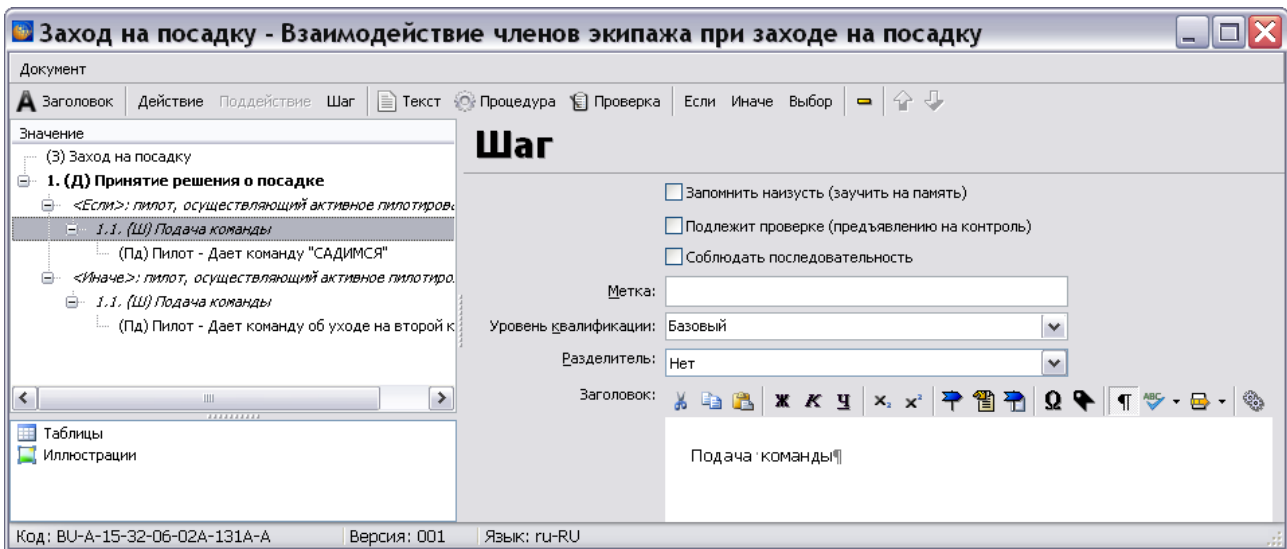

Рис. 22.81
- Для заголовка шага (Рис. 22.81).